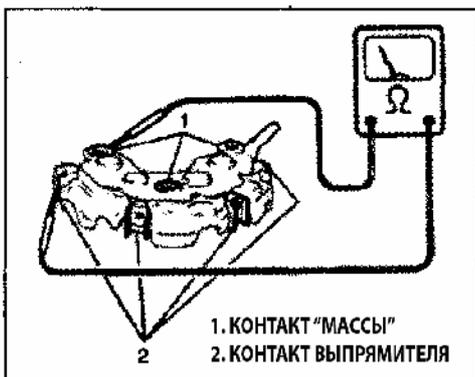

Рис. 254
- 1) Подключите измерительный прибор к отрицательному контакту выпрямителя и к каждому контакту выпрямителя (Рис. 254).